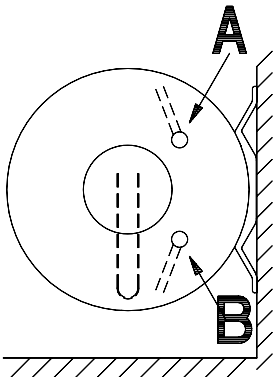

Fig. 4
- Fig.4 modèle horizontal vue latérale
- Fig.4 horizontal model, side view
- Fig.4 modelo horizontal - vista lateral
- Afb.4 horizontaal model zijaanzicht